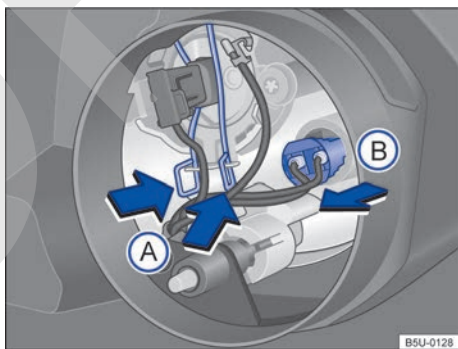

Fig. 177 Acceso a la lámpara incandescente del farol alto/luz de posición.
5. Comprimir ambos lados del resorte de bloqueo separadamente ⇒ fig. 177 flechas **A** contra la lámpara, desplazar el resorte para desbloquear la lámpara.
4. Quitar el portalámparas ⇒ fig. 177 **B** en el sentido de la flecha.